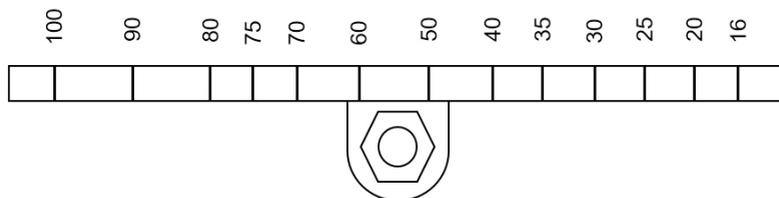

Fig. 29 Braccio AEL7 (8 kN+)
- Allentare il dado di bloccaggio del dispositivo di scorrimento (10 mm A/F) e spostare con cautela il dispositivo di scorrimento fino alla corsa richiesta come indicato sul braccio (Fig. 29)